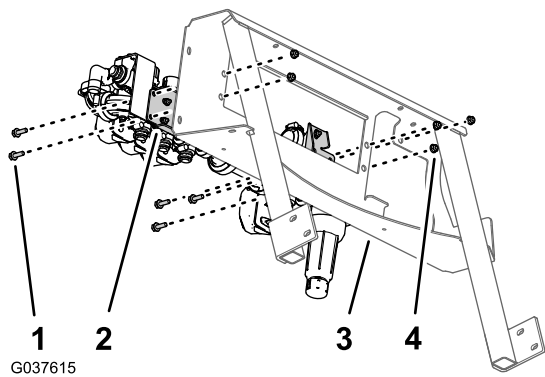
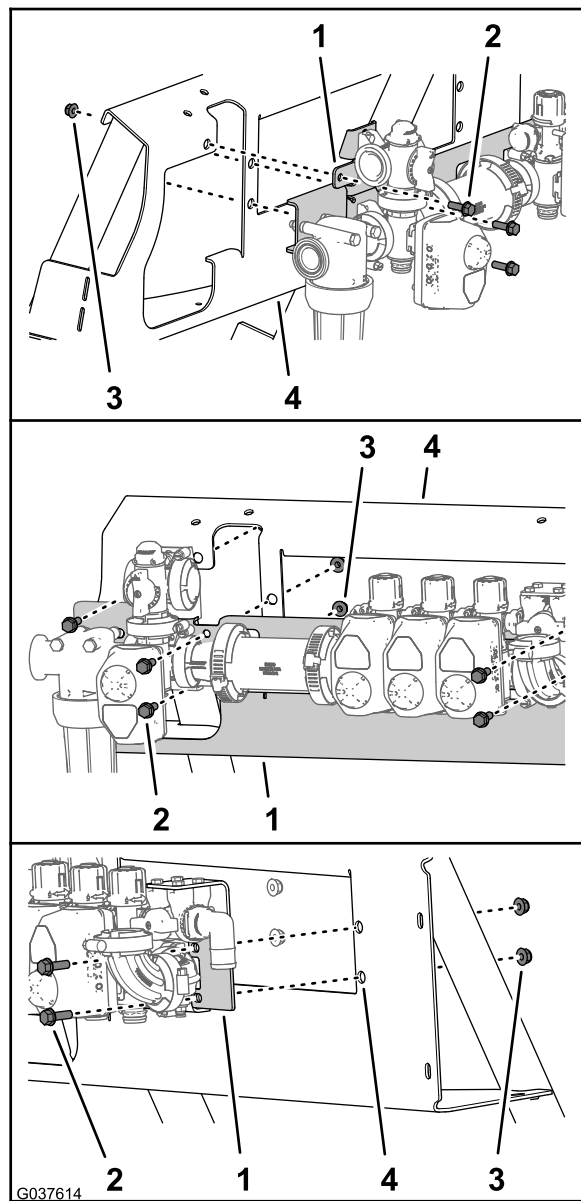

图48
图49
1. 将阀支架和打药车阀门总成上的孔与阀门安装架上的孔对齐 图48 和 图49。
2. 使用 5 个凸缘头螺栓5/16 x 1 英寸和 5 个凸缘锁紧螺母5/16 英寸将阀支架安装到阀门安装架上图48 和图49。